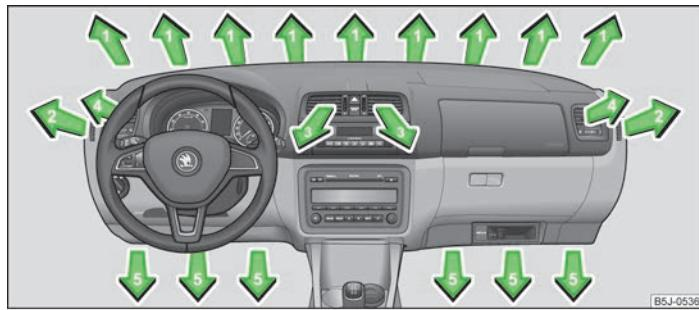
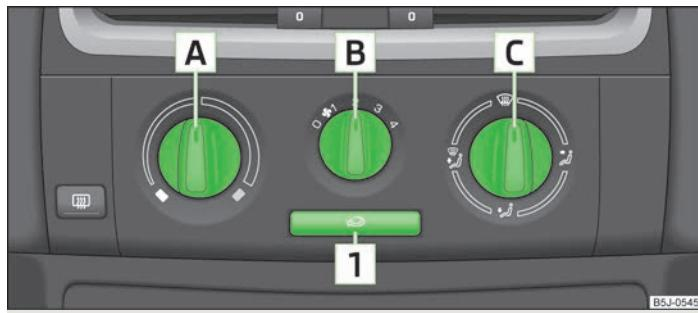

Fig. 77 Eyectores de salida de aire
Fig. 78 Calefacción: Elementos de mando
- Girar la rueda vertical (difusores de salida de aire 3) » fig. 77 o la rueda horizontal (difusores de salida de aire 4) a la posición .
- Mover las láminas horizontales con el ajustador deslizable para cambiar la altura del flujo de aire » fig. 77.
Ajustar la salida de aire para cada difusor con el regulador de distribución de aire **C** » fig. 78 de la página 72. Los difusores de salida de aire 3 » fig. 77 y 4 se pueden cerrar y abrir por separado.
- Girar el regulador giratorio **A** » fig. 78 hacia la derecha para elevar la temperatura.
- Girar el conmutador del ventilador **B** » fig. 78 a una de las posiciones, 1 a 4, para conectar el ventilador.
- Con el regulador de distribución de aire **C** » fig. 78, se regula el sentido de salida del aire » página 72.
Todos los elementos de mando, excepto el conmutador del ventilador **B** » fig. 78, se pueden ajustar a cualquier posición intermedia.
- Elementos de mando **A** » fig. 78 de la página 72, **B**, **C** y la tecla **1**.
- Difusores de aire **4** » fig. 77 de la página 72.
- Recomendamos dejar los difusores de salida de aire en posición abierta **3** » fig. 77 de la página 72.
- » Pulsar la tecla **1** » fig. 78 de la página 72, en la tecla se encenderá el testigo.
- » Pulsar de nuevo la tecla **1** » fig. 78 de la página 72 - se apagará el testigo de control en la tecla.
Si el regulador distribuidor de aire **C** » fig. 78 de la página 72 se encuentra en la posición , el servicio de aire circulante se desconectará automáticamente. Pulsando repetidamente la tecla **1** se puede volver a conectar el servicio de aire de circulación también en esta posición.
- Difusores de aire 4 »fig. 77 de la página 72.
- Recomendamos dejar los difusores de salida de aire en posición abierta 3 »fig. 77 de la página 72.